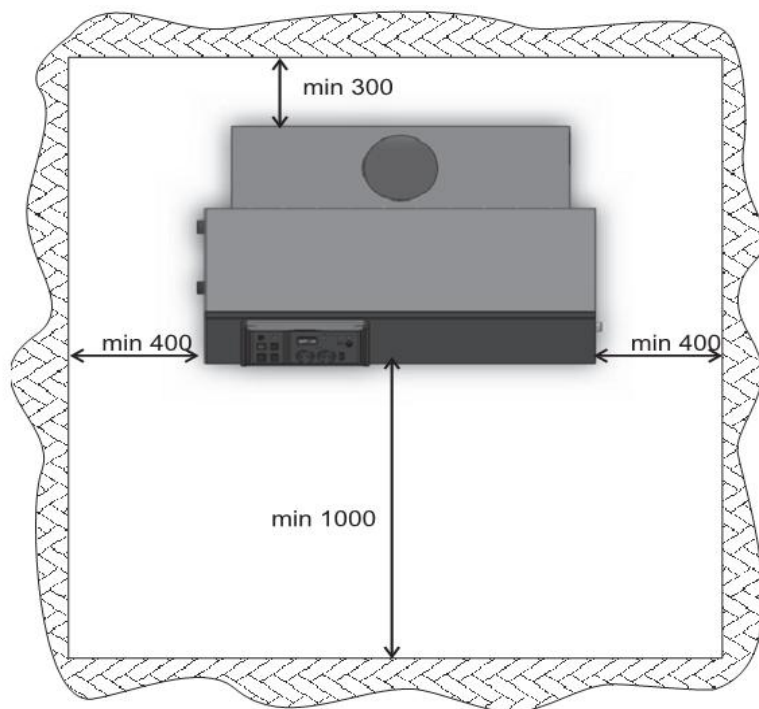

Рис.3
- Требования по размещению котла Smart в помещении указаны на рис.3